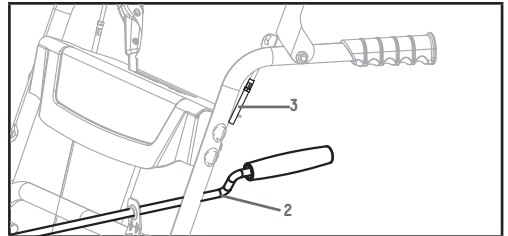

Figure 22C
2. Retirez le levier (2) du support de la goutlotte de décharge (figure 22C).
3. Dévissez le bouton du fil de commande de la tarière (3) (figure 22C).